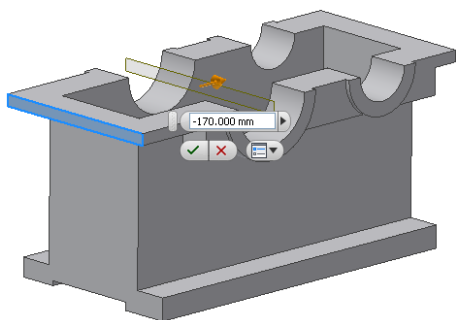

图 9-28 创建工作平面
①为了建立草图, 需要新建工作平面, 这里通过偏移零件侧面的方式创建过轴承孔孔心且垂直于零件的上表面的工作平面, 如图 9-28 所示。在该工作平面上新建草图, 单击【草图】标